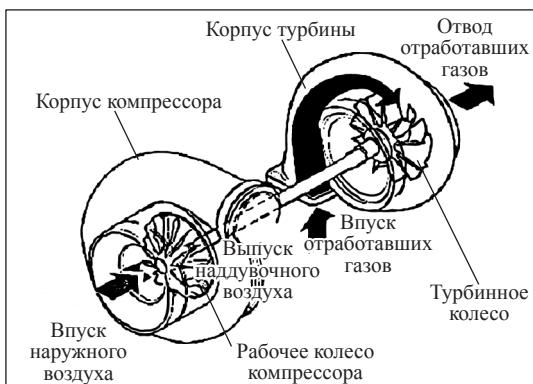

Рис. 7-2-1. Устройство турбонагнетателя
- » Другие компоненты турбонагнетателя: корпус компрессора, рабочее колесо компрессора, корпус турбины и подшипники (см. рис. 7-2-1).